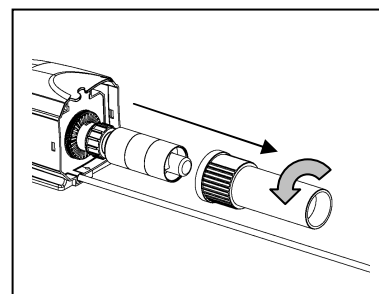

Fig. 13
7. Quite la cubierta de la luz de la bomba girándolo hacia la izquierda y jalándolo de la bomba. Fig. 13